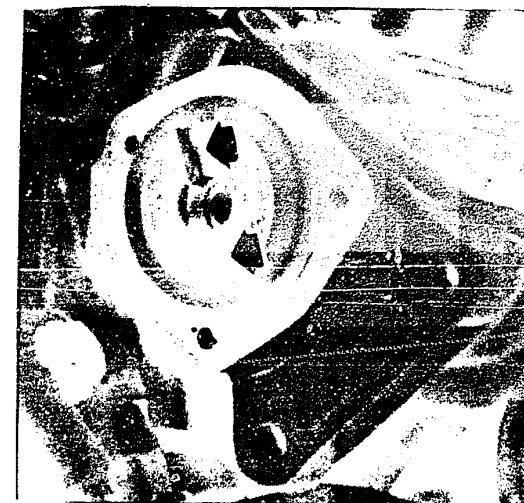
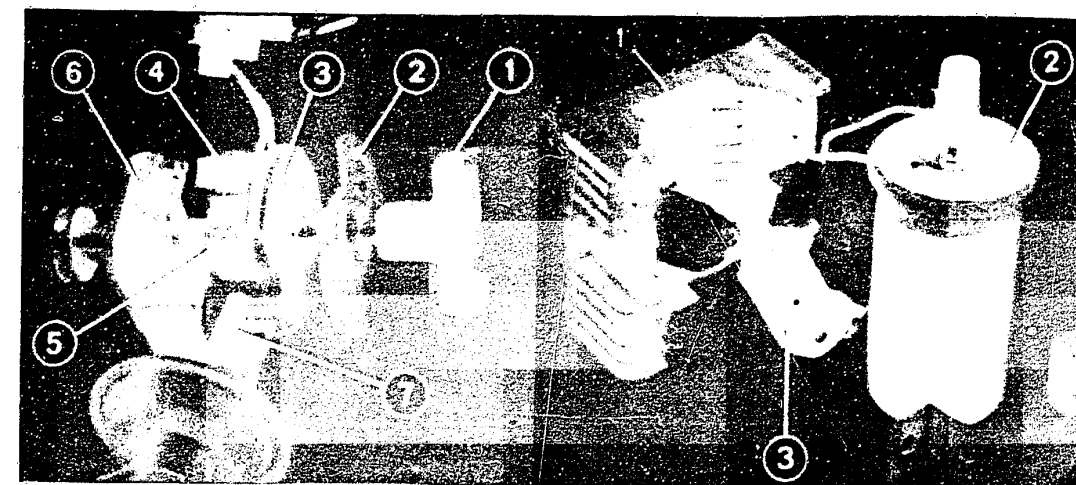

Bild 24 Der Mitnehmer des Zündverteilers wird in die aussermittig angebrachten Aussparungen (Pfeile) eingesetzt; kann also nicht verkehrt eingebaut werden.
Bild 25 Transistor-Spulenzündung im Delta 1300 und 1500.
a) Der **Zündverteiler** wird direkt vom hinteren Nockenwellenende angetrieben. Der dazwischenliegende Flansch ist so ausgeführt, dass nur eine Einbauposition möglich ist (Bild 24). Im Zündverteiler sind eine Unterdruck- und eine Fliehkraft-Zündverstellung eingebaut. Die Grundeinstellung bei stehendem Motor liegt bei  $10^\circ$  v. OT. In dieser Position muss der Zündverteiler-Läufer auf die Zündverteiler-Markierung (1. Zylinder) gerichtet sein und ein Gebernocken des Rotors des Impulsgebers dem Stat (Geberwicklung) gegenüberstehen. Eine entsprechende Markierung befindet sich an der Kurbelwellen-Riemenscheibe. Die dynamische Kontrolle des Zündzeitpunktes erfolgt bei abbrechendem Unterdruckschlauch mit einer Stroboskoplampe an der Kurbelwellen-Riemenscheibe. Um zu den Markierungen zu kommen, sind die Vorderkäse vollständig nach rechts einzuschlagen. Dann ist die Gummideckung im rechten Radkasten zu entfernen (Bild 25). Bei 3000/min muss die Zündverstellung  $24^\circ$  v. OT betragen.